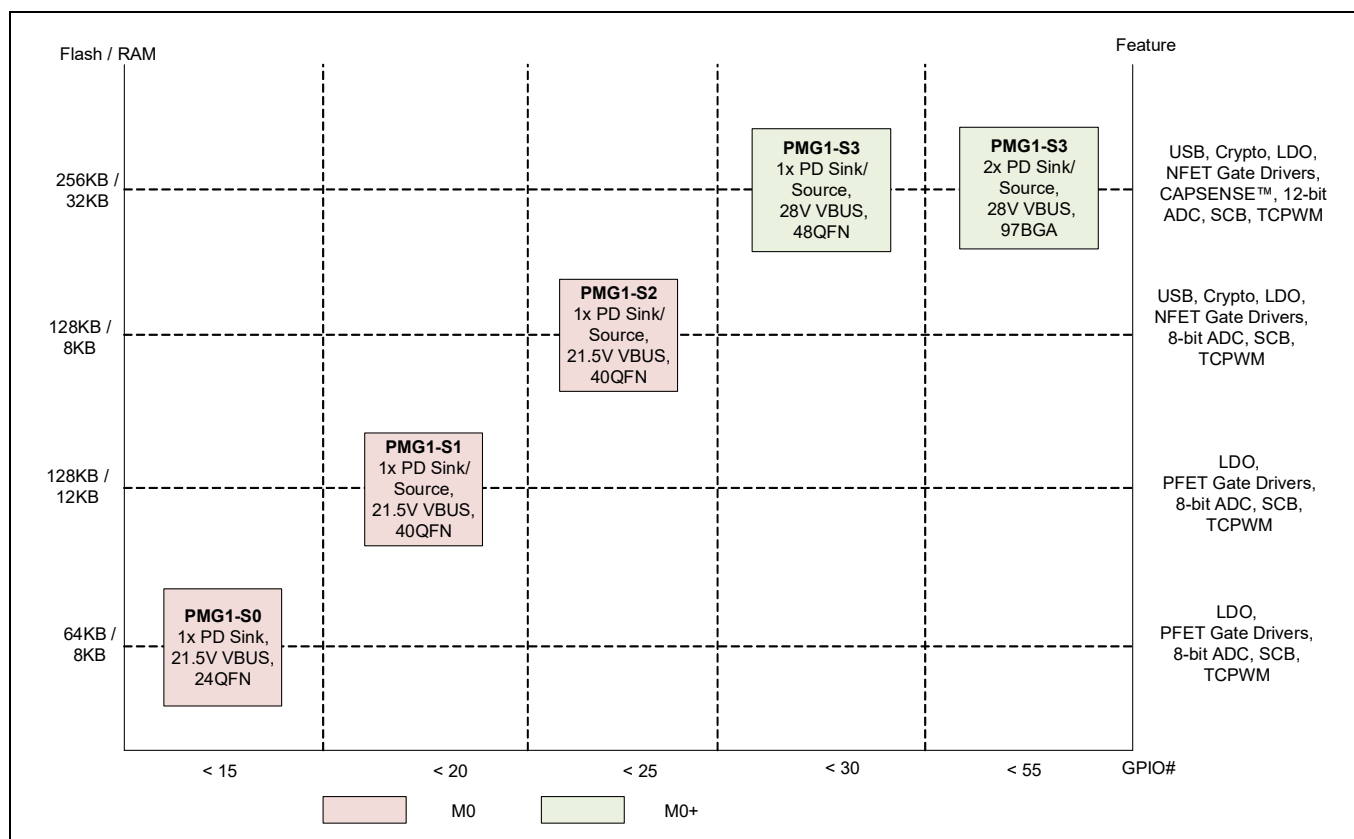

Figure 1 PMG1 ファミリー セグメンテーション
EZ-PD™ PMG1 (第 1 世代パワー デリバリー マイクロコントローラー) は、高電圧の USB-C パワー デリバリー (PD) マイクロコントローラー (MCU) のファミリーです。これらのチップには、Arm® Cortex®-M0/M0+ CPU、USB-C PD コントローラー、およびアナログとデジタルペリフェラルが搭載されます。EZ-PD™ PMG1 は、高電圧 USB-C PD ポートとの間で電力を供給 / 消費し、マイクロコントローラーを活用して追加の制御機能を提供する組み込みシステムを対象としています。Figure 1 に、EZ-PD™ PMG1 ファミリのセグメンテーションを示します。